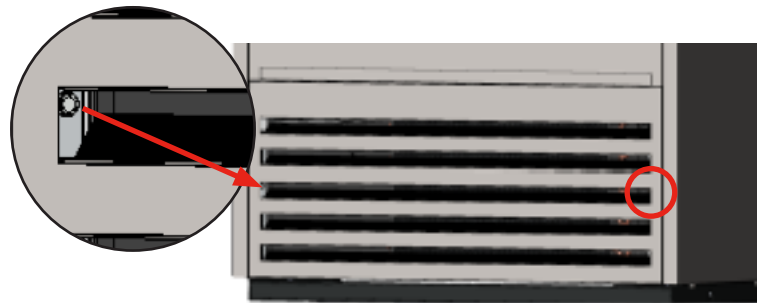

Abb. 3. Schrauben entfernen. Ziehen Sie am vorderen Gitter, um es von den Magnethalterungen zu lösen.
**HINWEIS:** Bei einigen Modellen muss vielleicht das vordere oder hintere Gitter entfernt werden, um an die Transportschrauben zu gelangen. Siehe Abb. 3 und 4. Entfernen Sie eventuell angebrachte Gitter mit einem 1/4" Steckschlüssel.